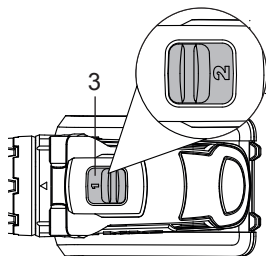

Fig. 13
Controlul angrenajului cu două viteze (4) este utilizat pentru a comuta între două moduri de lucru. Când treapta de viteză este setată în poziția 1, viteza va scădea și mașina de găurit va avea putere și cuplu mai mari. Când treapta de viteză este setată în poziția 2, viteza va crește și mașina de găurit va avea mai puțină putere și cuplu (fig. 13)